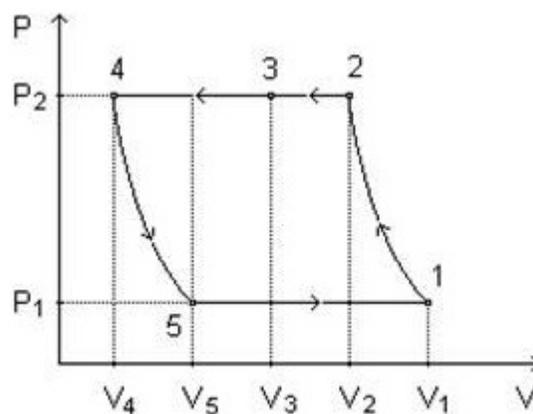
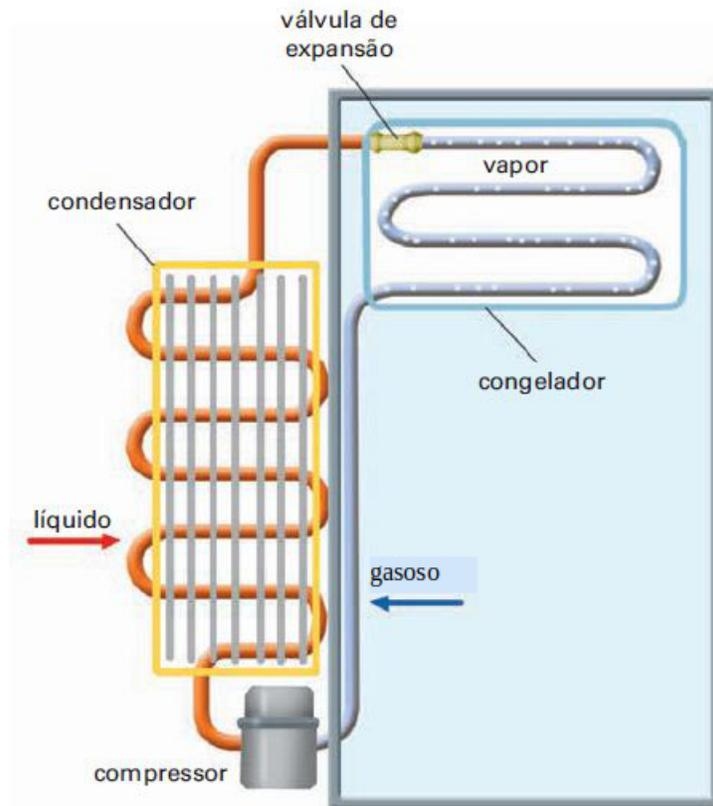

Figura 9.8: Ciclo de um refrigerador (Fonte: <https://www.sofisica.com.br/conteudos/curiosidades/refrigeradores3.php>)
Figura 9.9: Mecanismo da geladeira (Fonte: Gaspar, 2013, p. 291)
10. O diagrama $p \times V$, apresentado a seguir, representa o que acontece com o fluido refrigerante que circula no circuito interno de uma geladeira (figura 9.8). A figura 9.9 mostra o mecanismo da geladeira, representado nesse ciclo.